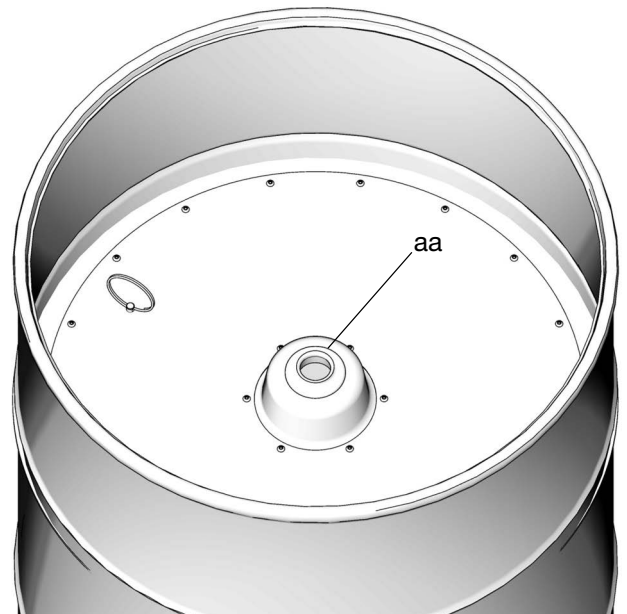

FIG. 27
6. Coloque el plato seguidor (15) encima de la grasa nueva (FIG. 27).
7. Elimine el aire empujando el plato seguidor hacia abajo hasta que el nivel de grasa esté a ras con la abertura del centro del plato seguidor (aa) (FIG. 27).